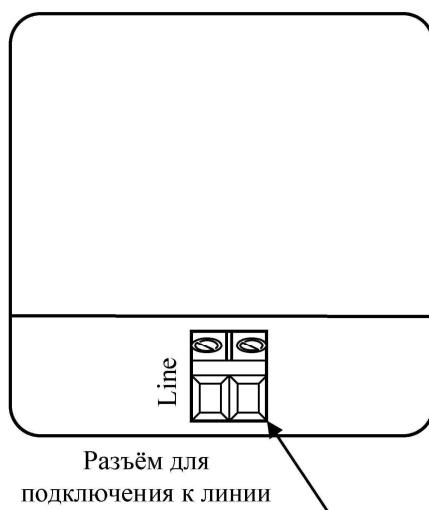

Рис. 1. Вид сзади часовых механизмов типа ДС-24Т и ДС-24ТН
Часы СВС подключаются к двухпроводной линии управления и синхронизации TELNU с помощью разъёма, расположенного в батарейном отсеке корпуса часов (см. рис. 1).
- 1) с помощью установочного колеса, расположенного на корпусе часового механизма ДС-24Т (см. рис. 1),